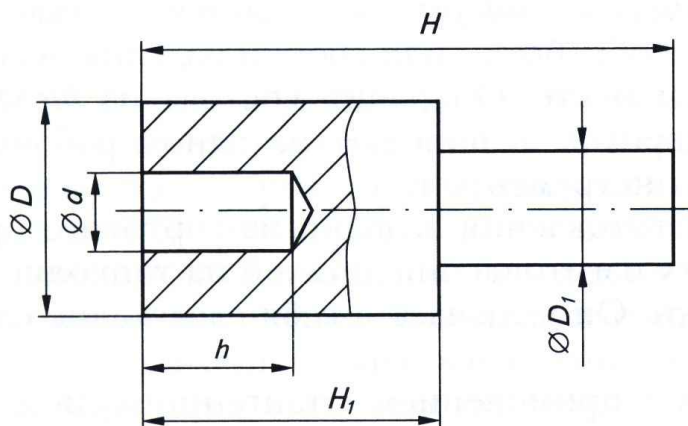

Рис. 66. Эскиз детали «ступенчатый валик» (к пп. 1–3)
1. Выполните в рабочей тетради эскиз выданного учителем ступенчатого валика (рис. 66).